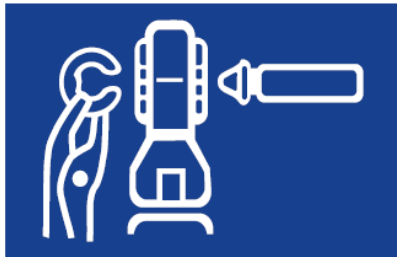

Fig. 5
2. Entfernen Sie den Sicherungsclip (Fig. 5).